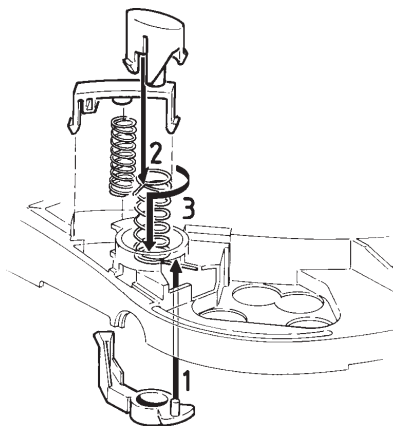
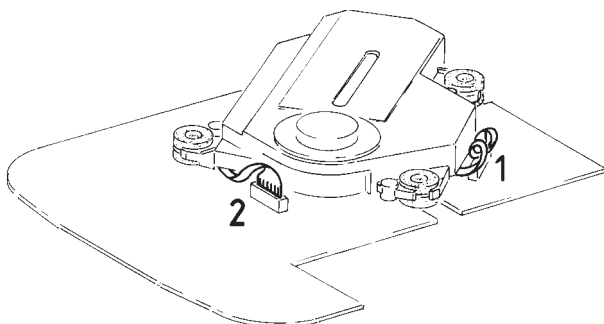

Fig. 3
Fig. 4
4. Auswurfaste und -hebel ("OPEN") ausbauen (Fig. 3)
5. Auswurfaste und -hebel ("OPEN") einbauen (Fig. 3)
- Den Auswurfhebel einrasten (1).
- Die Auswurf Feder so einsetzen, daß die lange Nase in der Aussparung des Gehäuses liegt (3).
- Die Auswurfaste auf die Feder aufsetzen, so daß die kurze Nase der Feder in den Schlitz der Taste eingreift (2).
4. Removing the Eject button and Eject lever ("OPEN") (Fig. 3)
5. Reassembling the Eject button and Eject lever ("OPEN") (Fig. 3)
- Snap in eject lever (1).
- Place eject spring into cabinet; long leg positioned into hole of cabinet (3).
- Put eject button onto spring; short leg positioned into slot (2).
6. Verlegen der Flexprintleitungen (Fig. 4)
6. Laying of the Flexprint Cables (Fig. 4)